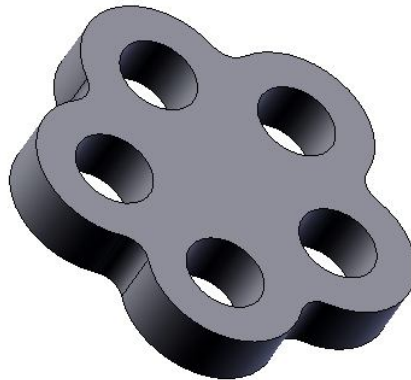

Рис. 4.8. Модель толщиной 7 мм
10. Используя команду «Выдавить» , создайте модель толщиной 7 мм (рис. 4.8).